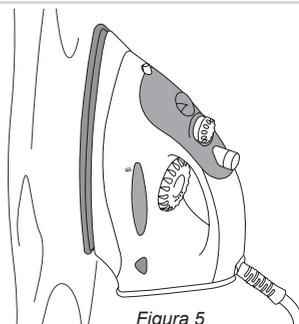

Figura 5
4. Sostenga la plancha en posición vertical frente a la prenda que desea planchar (véase la figura 5).